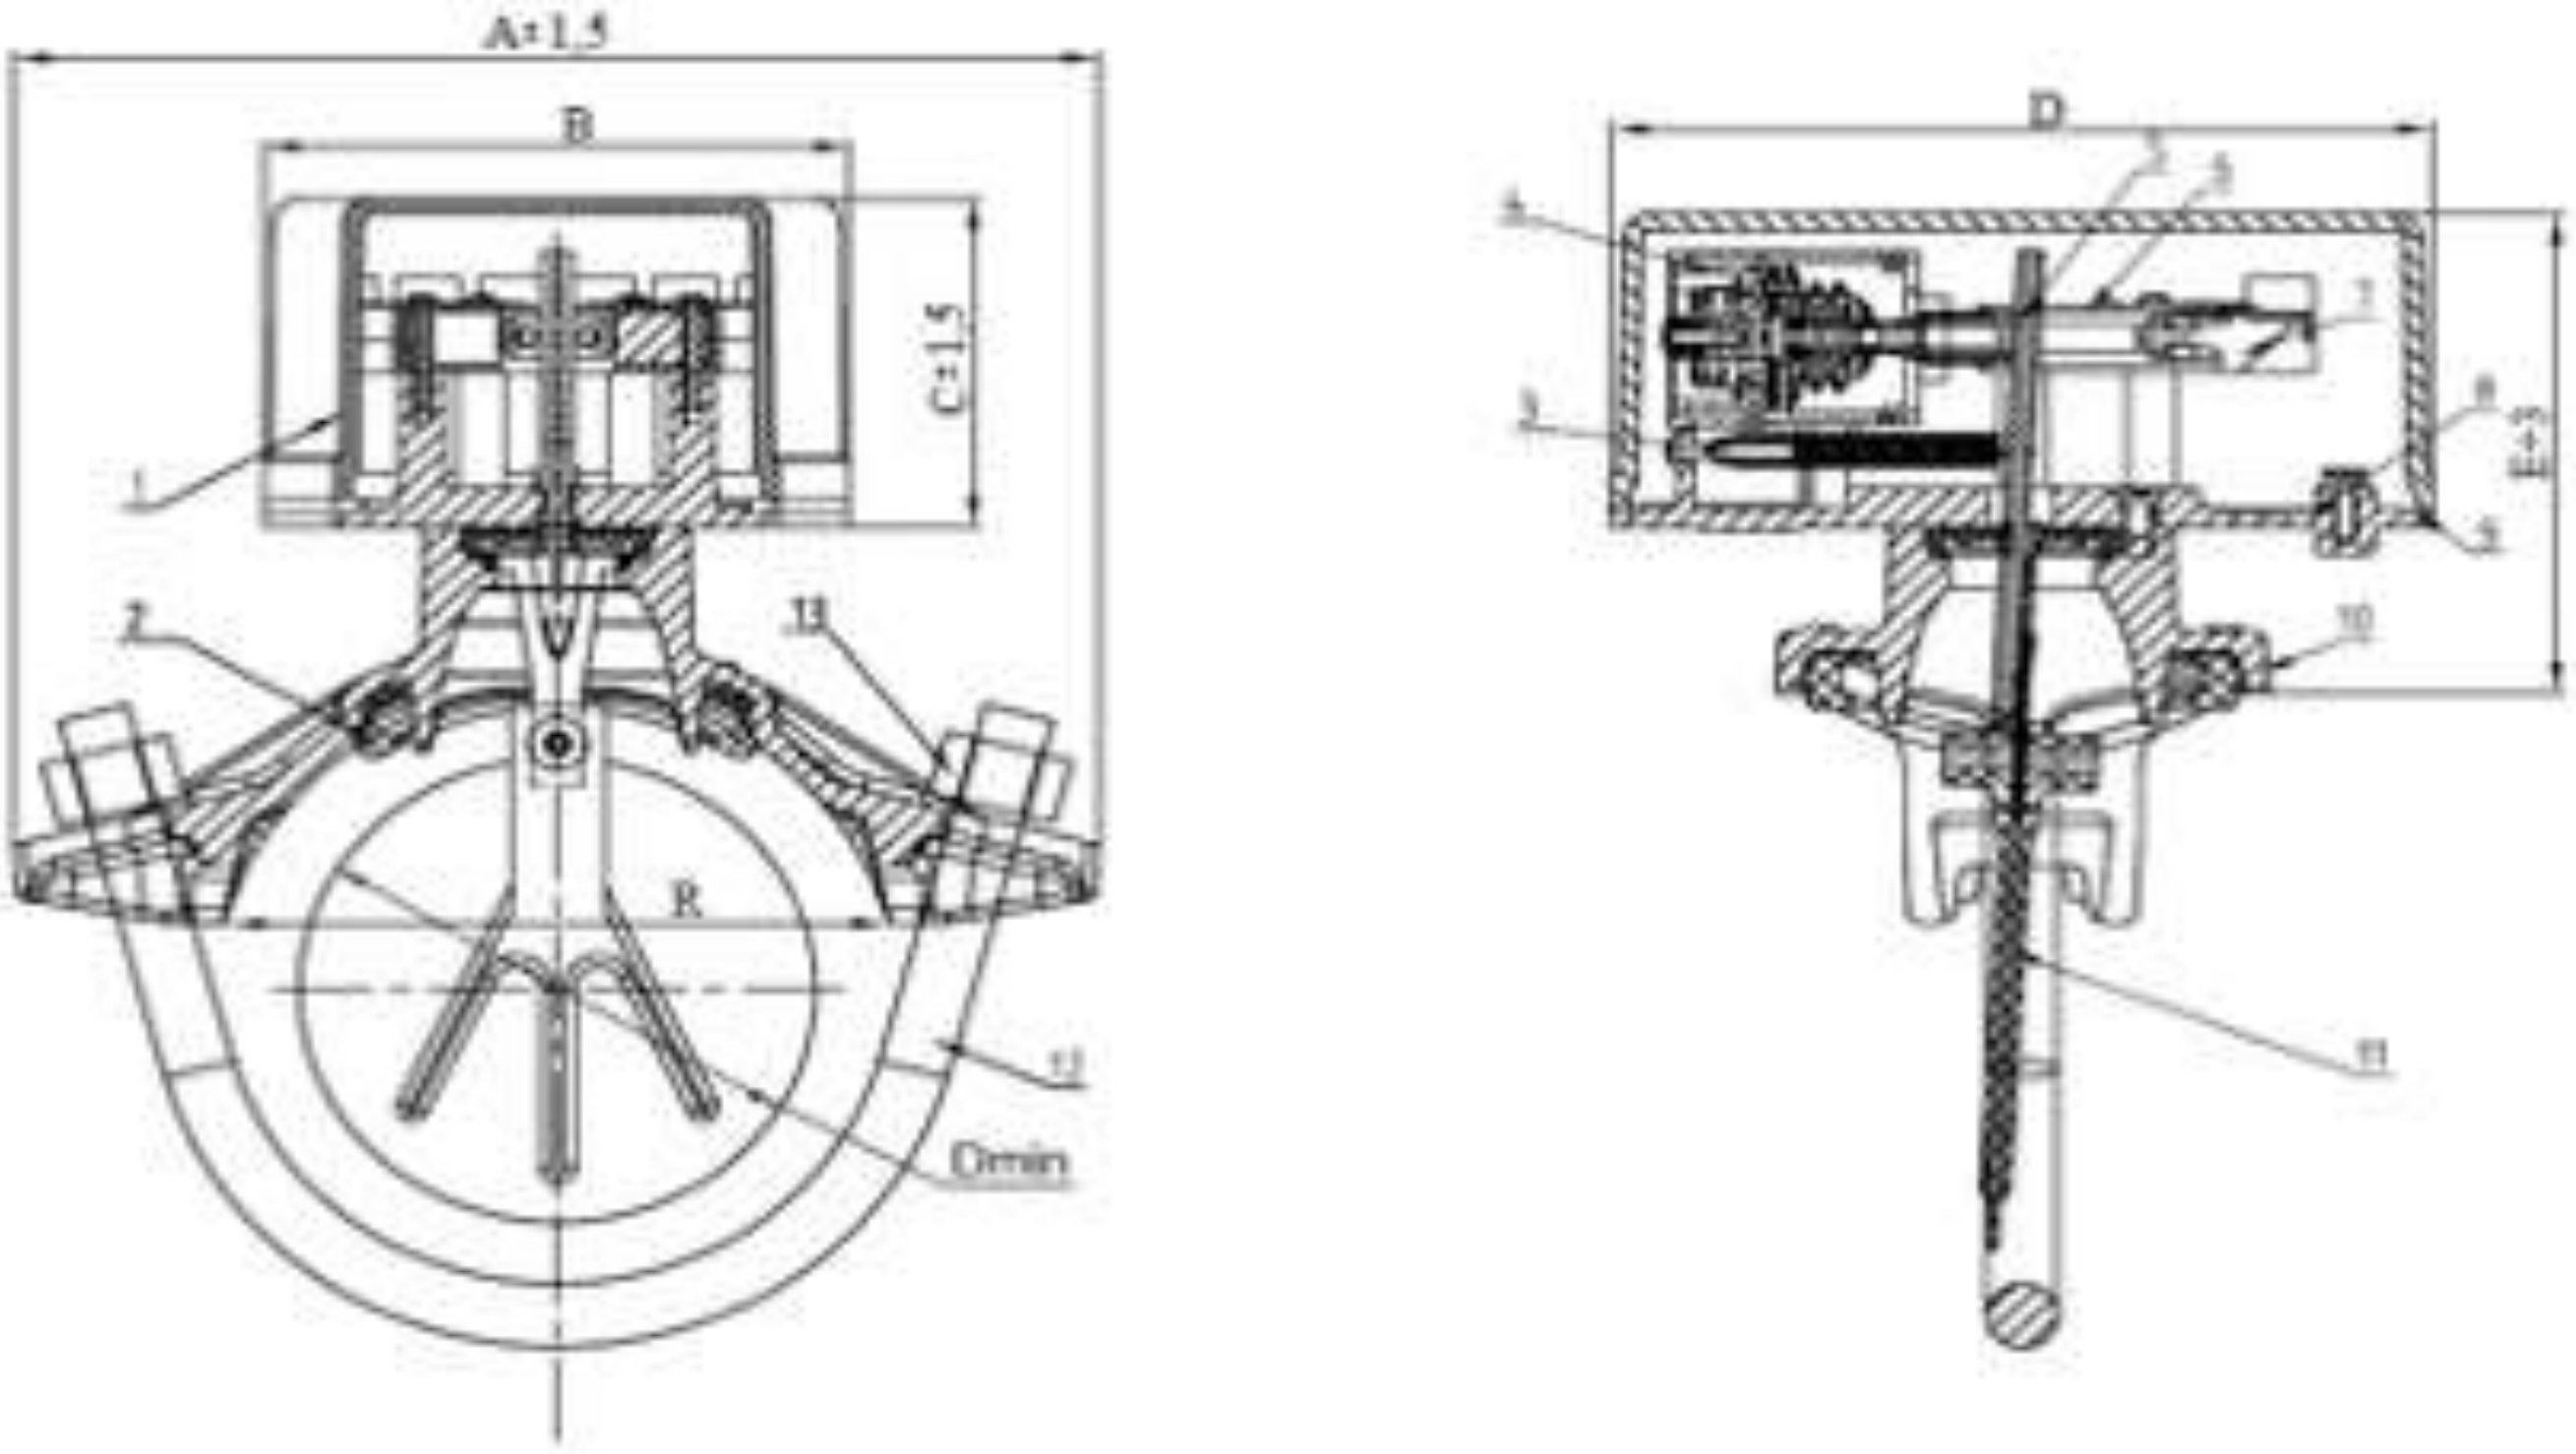

Рисунок 1
2.2 Устройство, внешний вид , с указанием основных размеров СПЖ смотри рисунок 1, таблицу 2 и таблицу 3.
* D min – смотри рисунок1.
- 4.2.1 Для исключения ложных срабатываний СПЖ, связанных с возникновением гидравлических ударов и переходных процессов потока жидкости, в СПЖ установлено регулируемое пневматическое устройство замедления срабатывания (поз 4, рисунок 1,таблица 2).
- специальным ключом снять крышку СПЖ поз. 1 рисунок 1;
- произвести внешний осмотр уплотнительного элемента поз 2, рисунок 1. Не должно быть порывов, растрескиваний и т.д. В случае необходимости — заменить.
- произвести очистку поверхностей лопасти поз 11, рисунок 1 от посторонних включений и загрязнений;